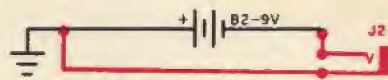

Fig. 5 - Un altro jack subminiatura semplifica l'operazione di controllo della tensione della batteria.
**Presa per il controllo della batteria** - Installando un altro jack in parallelo alla batteria per la parte elettronica (fig. 5), si può usare un voltmetro esterno per controllare la tensione della batteria dell'amplificatore quando questa è sotto carico. Nella maggior parte dei casi, con i registratori che funzionano con batterie da 9 V, questa batteria deve essere sostituita ogni volta che la sua tensione di uscita scende a 7 V quando il commutatore S1 è nella posizione di registrazione. Con l'aggiunta del jack J2, l'operazione di controllo della tensione della batteria diventa di estrema semplicità: per compiere questo controllo basta semplicemente aggiungere una spina di tipo fono al voltmetro ed innestarla nel jack J2.